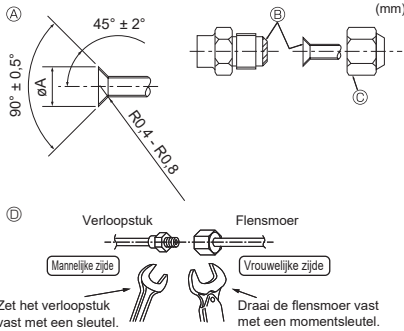

Fig. 4-1
Ⓐ (Fig. 4-1)
Ⓑ (Fig. 4-1)
4.2. Aansluiten van de pijpen (Fig. 4-1)